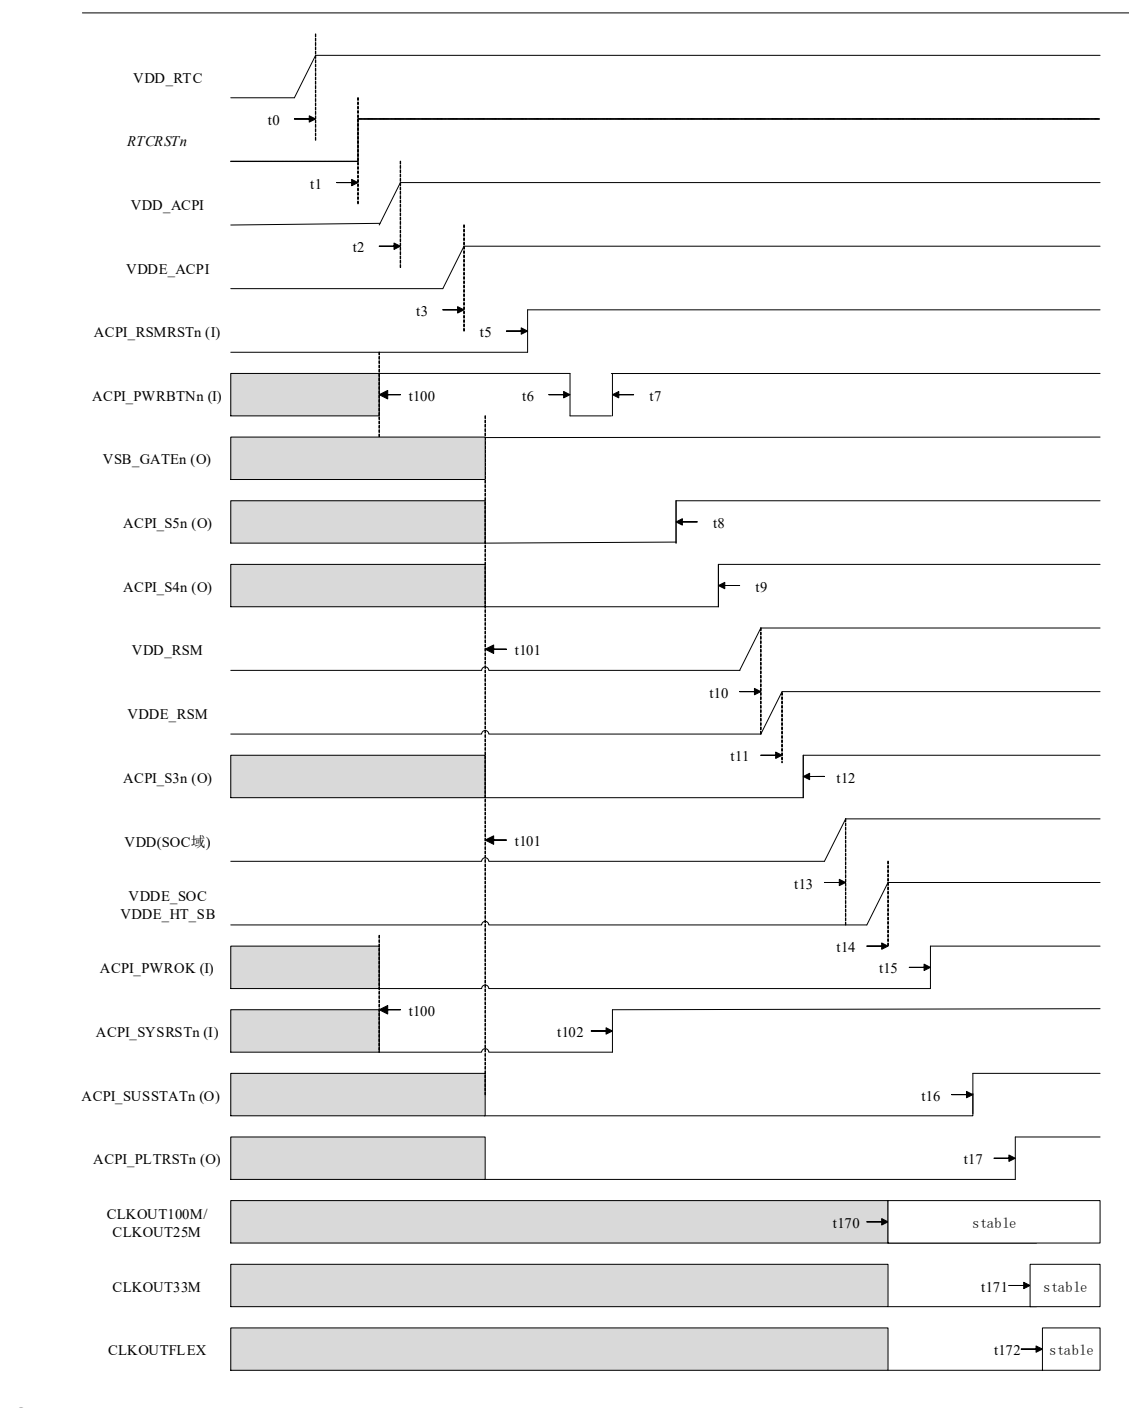

图 7-1 冷启动上电时序（RTC 掉电）
7. 表 7-4 对时序的描述对应图 7-1, 与上述注解不一致的描述以上述注解为准